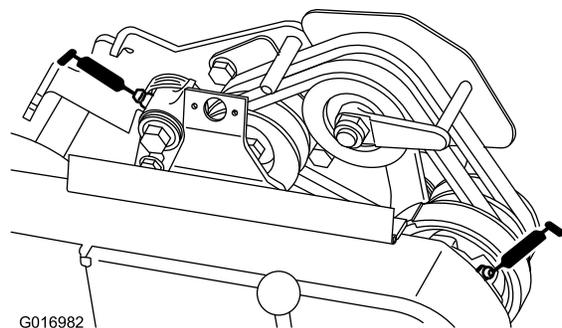

Figura 21
- 2 nos apoios da correia (Figura 21).